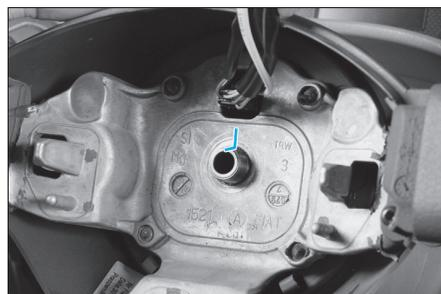

FIG. 2
- Aligner les repères sur le volant et la colonne de direction (Fig.2).